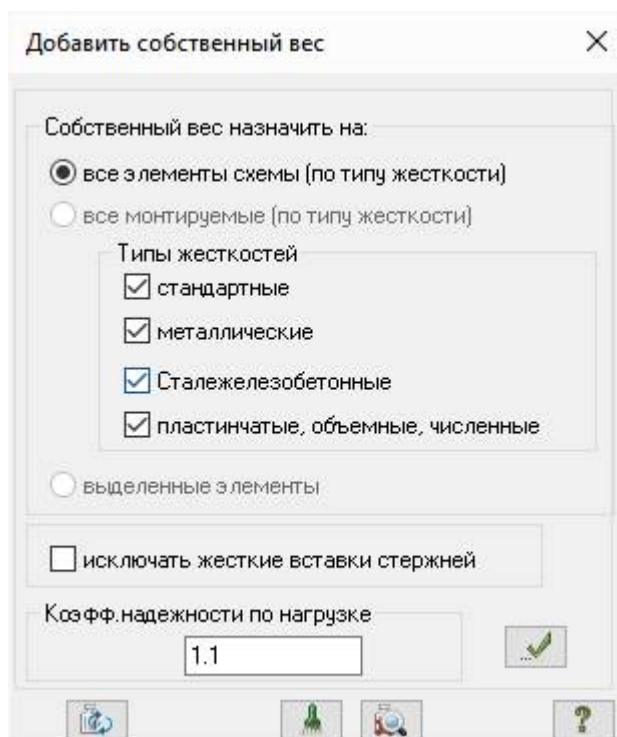

Рис.19.18. Диалоговое окно **Добавить собственный вес**
- Вызовите диалоговое окно **Добавить собственный вес** (рис.19.18) щелчком по кнопке  – **Добавить собственный вес** (панель **Нагрузки** на вкладке **Создание и редактирование**).